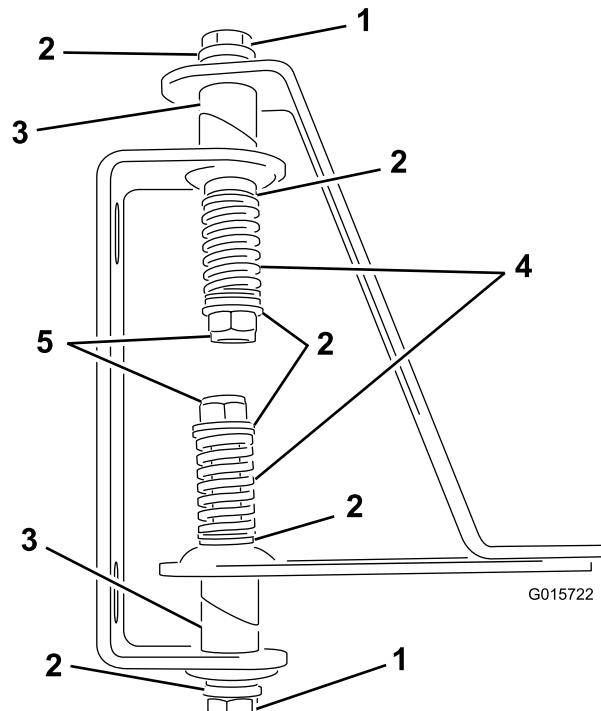

Bild 3
4. Stecken Sie die Schrauben durch die Öffnungen des geschweißten Rohrs, die Scharniere und Riemens (Bild 3).
6. Setzen Sie eine Feder auf das Ende jeder Schraube (Bild 3).